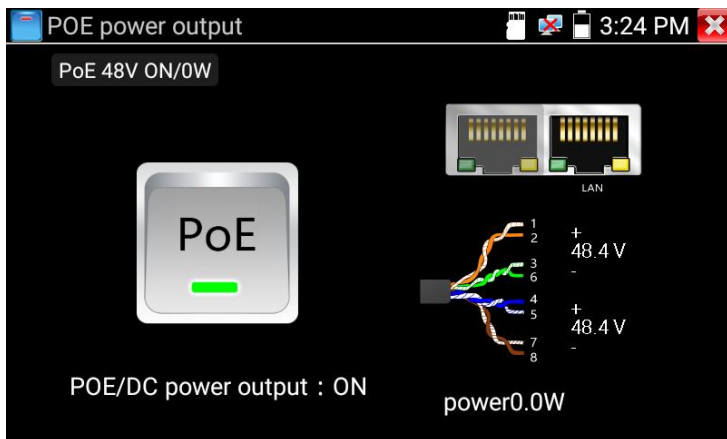

Рис. 16 Питание PoE
- 1) Если IP-видеокамера поддерживает питание по PoE и не потребляет более 25,5 Вт (управляемые PTZ PoE IP-видеокамеры могут потреблять больше мощности и не всегда подходят для этого способа) ее можно запитать на время теста от самого тестера по PoE. Для этого выберите пункт «PoE Power Output» (рис. 16) в папке IP Camera Test и нажмите на значок кнопки PoE.